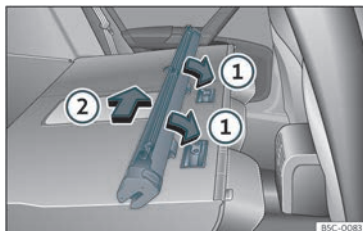

Fig. 123 Montaggio della rete divisoria sugli schienali del sedile posteriore.
- Posizionare la scatola della rete nelle rientranze della guida seguendo la direzione indicata dalle frecce»» fig. 123 ①.
- Spingere la scatola verso il lato sinistro del veicolo nel senso della freccia»» fig. 123 ②.
- Tirare la scatola della rete spostandola di circa 5 cm in senso contrario a quello indicato dalla freccia»» fig. 123 ②.
- Estrarre la scatola dalla guida tirando in direzione contraria rispetto alle frecce»» fig. 123 ①.